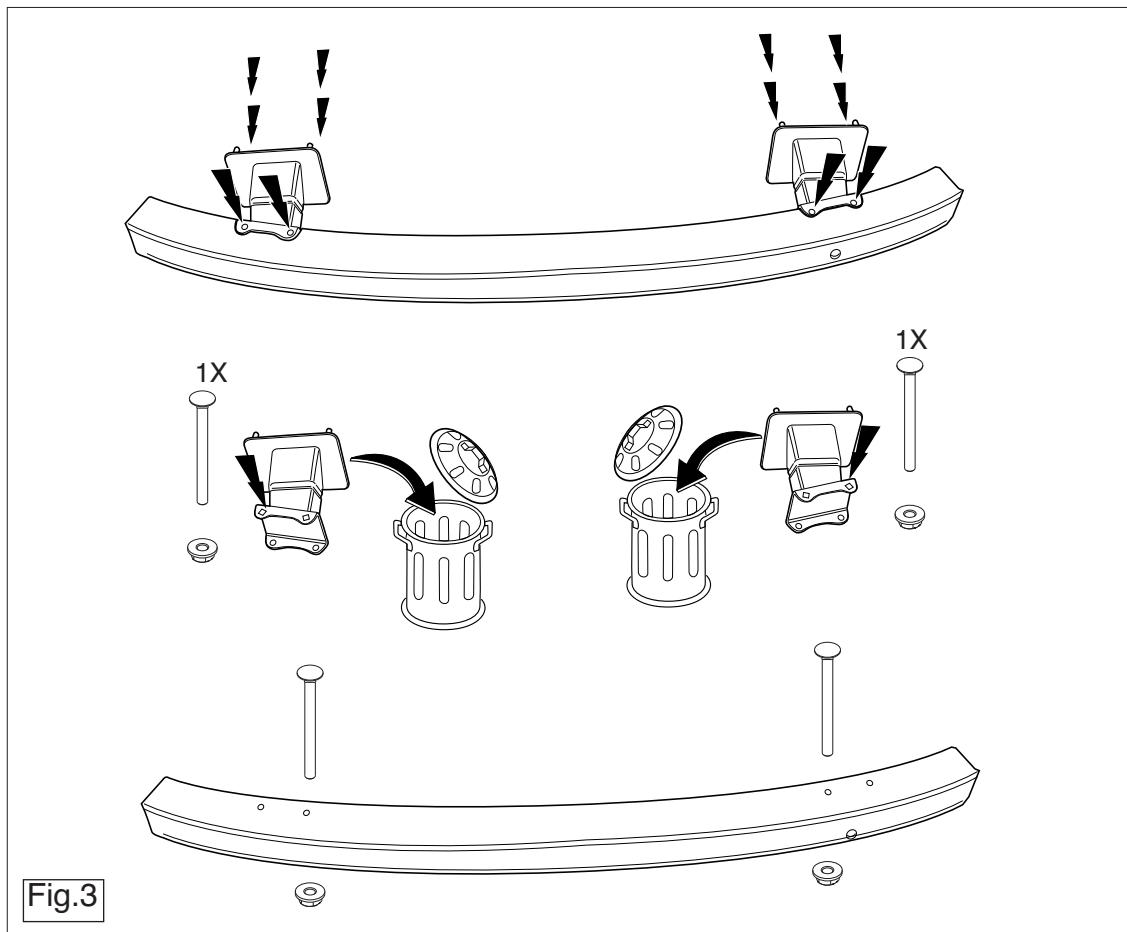

Fig.3
- Снять кронштейны бампера слева и справа от арматуры бампера. Эти детали больше не понадобятся. См. рисунок 3.